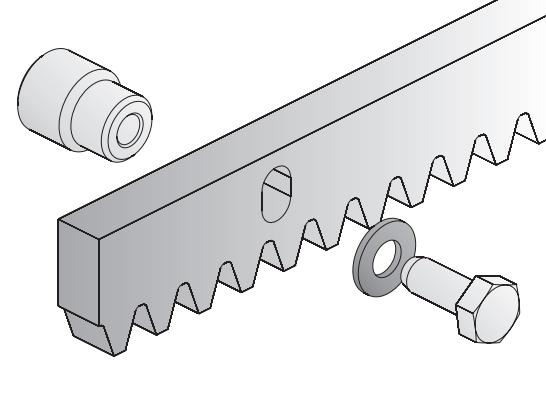

Fig. 9
1. Maak de tandheugel gereed (leverbaar op verzoek), met de bijgeleverde schroeven TE 8 x 25 en vast te lassen afstandsstukken, zoals in fig. 9. Om te voorkomen dat de afstandsstukken op de poort worden gelast zijn er holle afstandsstukken verkrijgbaar met bevestigingsschroeven TE 8 x 50.